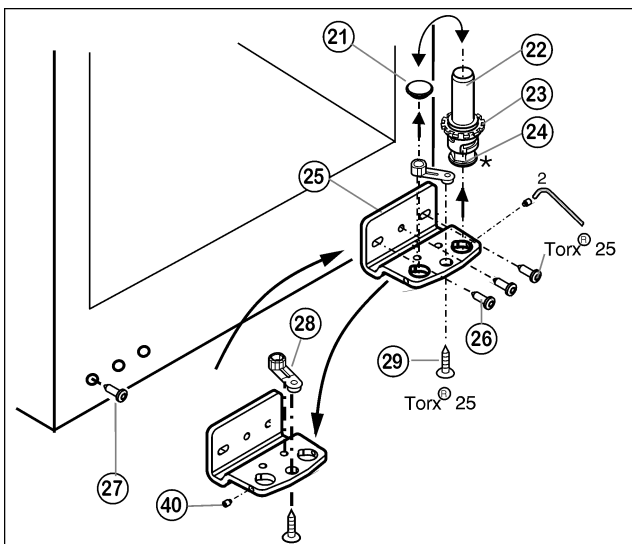

Fig. 6
- ▶ Borgpen Fig. 6 (40) met de meegeleverde inbussleutel ca. 1 omwenteling uitdraaien.
- ▶ Lagerbout Fig. 6 (22) compleet, met schijfje Fig. 6 (23) en stelplaatje\* Fig. 6 (24) naar boven eruit draaien.
- ▶ Stop Fig. 6 (21) eraf halen.
- ▶ Lagerbus Fig. 6 (25) losschroeven Fig. 6 (26).
- ▶ Borgpen Fig. 6 (40) geheel uitdraaien en aan de tegenoverliggende zijde in de lagerbus draaien, tot de pen op één lijn met de lagerbus ligt.
- ▶ Lagerdeel Fig. 6 (28) losschroeven Fig. 6 (29) en in het tegenoverliggende opnamegat van de lagerbus omzetten en weer vastschroeven.
- ▶ Stop Fig. 6 (21) weer in het andere gat aanbrengen.
- ▶ Schroef Fig. 6 (27) losdraaien en aan de andere kant weer indraaien.
- ▶ Lagerbus Fig. 6 (25) aan de nieuwe scharnierzijde evt. met behulp van een accuschroevendraaier weer **goed (met 4 Nm)** vastschroeven.
- ▶ Lagerbout Fig. 6 (22) compleet met schijfje en stelplaatje\* weer aanbrengen.
- ▶ Borgpen Fig. 6 (40) vastdraaien.
- ▶ Plaats de deur van boven op de lagerbout beneden Fig. 6 (22).
- ▶ De deur eventueel via de beide langsgaten in de lagerbus onder Fig. 6 (25) ten opzichte van de kast uitlijnen. Daartoe middelste schroef uitdraaien.